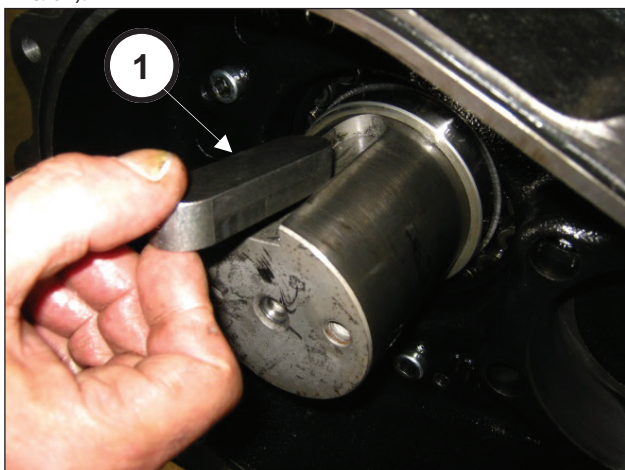

Рис. 61
Вставьте шпонку 22x14x100 в гнездо на валу (поз. ①, Рис. 61).